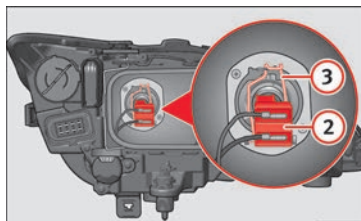

Fig. 104 Anabbagliante.
- Estrarre il connettore » fig. 104 ② della lampada.
- Sganciare la molla di ritegno » fig. 104 ③ premendo verso l'interno e a destra.